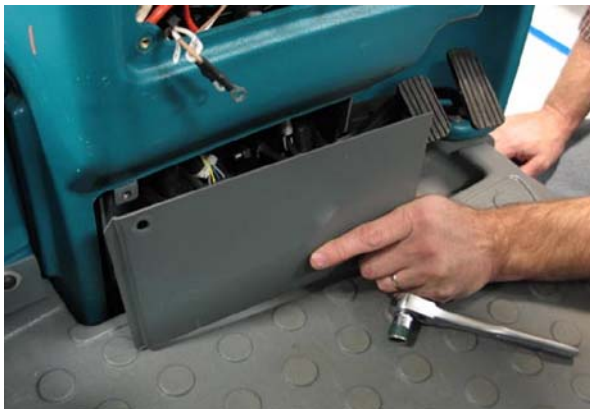

FIG. 2
2. Déposez le panneau d'accès (Fig. 2)